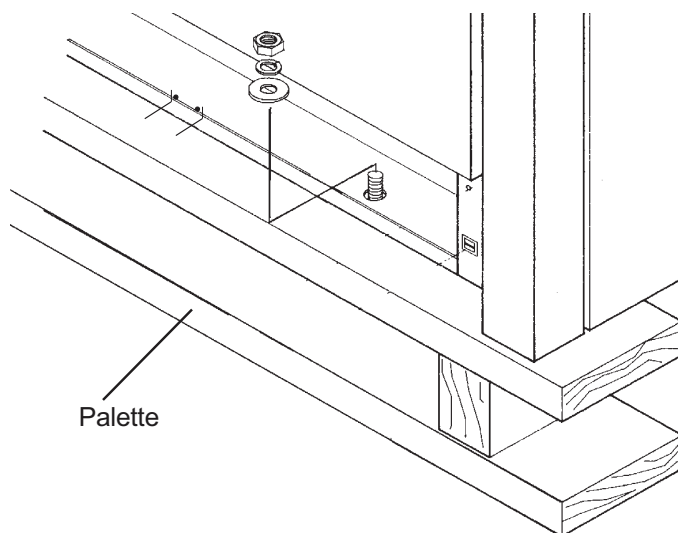

Figure 4 : Enlèvement des quatre (4) boulons de transport
- Retirez l'emballage externe et les matériaux d'emballage de la palette d'expédition. Toutes les cuisinières à combustion jumelée sont fixées sur une palette à l'aide de quatre (4) boulons Figure 4). Après avoir enlevé les boulons, soulevez la cuisinière et enlevez-la de la palette.